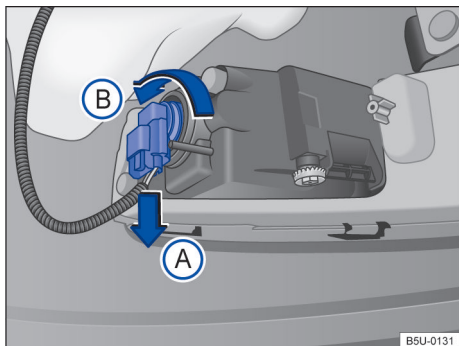

Fig. 125 Atrás do para-choque dianteiro: acesso à lâmpada incandescente do farol de neblina.
2. Desencaixar o conector de alimentação da lâmpada → Fig. 125 no sentido da seta (A), pressionar, ao mesmo tempo, a trava de fixação do conector.
3. Girar o soquete da lâmpada → Fig. 125, no sentido anti-horário da seta (B), e desencaixá-lo do alojamento.